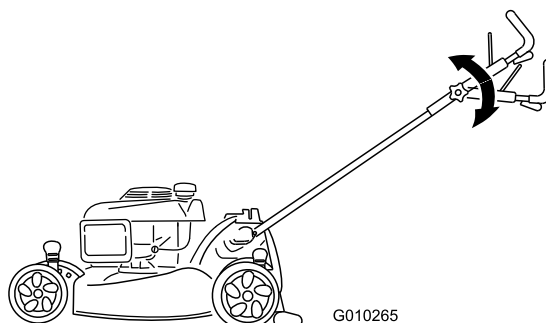

Figure 19
2. Placez la partie supérieure du guidon à la position voulue (Figure 19).